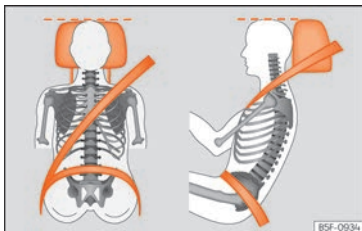

Abb. 18 Richtiger Gurtbandverlauf und richtige Kopfstützeinstellung.
riger als Augenhöhe – befindet. Den Hinterkopf so nah wie möglich an der Kopfstütze positionieren »» (Abb. 18).
- Fahrersitz in Längsrichtung so einstellen, dass die Pedale mit leicht angewinkelten Beinen durchgetreten werden können und der Abstand zur Instrumententafel im Kniebereich mindestens 10 cm (4 Zoll) beträgt »» (Abb. 18).